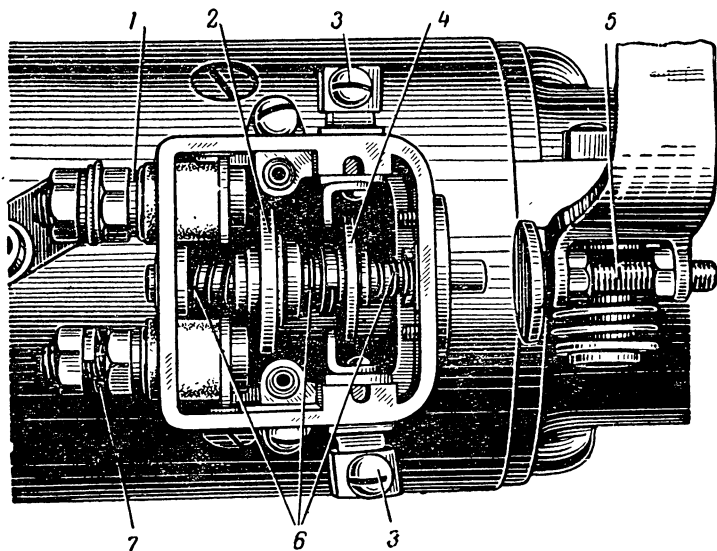

Рис. 55. Включатель стартера СТ-8:
- 14 Вывернуть винты крепления крышки включателя стартера, снять крышку, проверить состояние пружин (рис. 55). Зачистить контакты включателя, проверить и при необходимости отрегулировать их включение